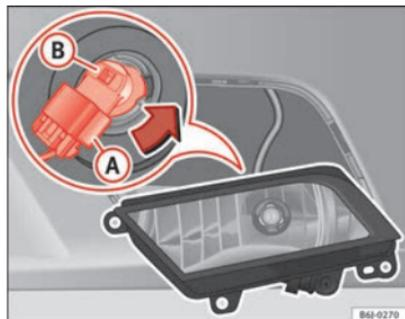

Abb. 173 Nebelscheinwerfer
- Ziehen Sie den Stecker ⇒ Abb. 173 (A) von der Lampe ab.
- Drehen Sie den Lampenträger ⇒ Abb. 173 (B) nach links und ziehen Sie.